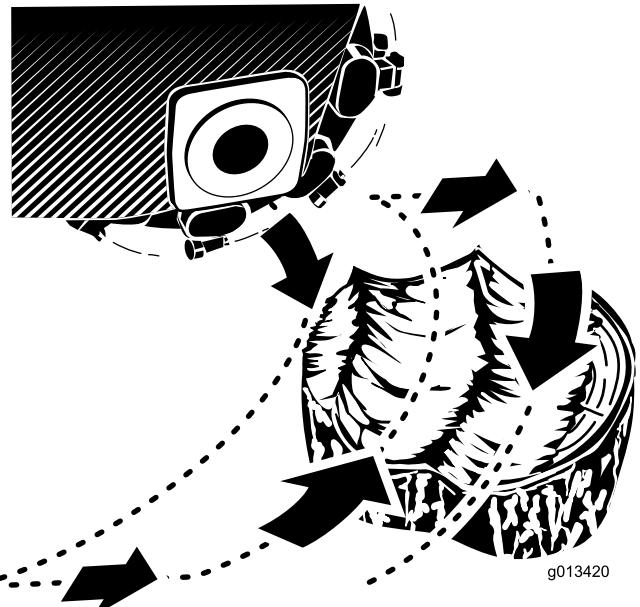

Figura 17
2. Utilize a alavanca do controlo do triturador e o controlo da tração para posicionar o triturador na lateral da parte da frente do tronco, cerca de 2 cm abaixo da superfície (Figura 17).
4. Utilize a alavanca de controlo do triturador para girar o triturador lentamente na face do tronco, cortando lascas (Figura 17).
5. Desloque a máquina para a frente alguns centímetros e repita o passo 4(Figura 17).
6. Repita os passos 4 a 5 até ter triturado toda a face do tronco (Figura 17).